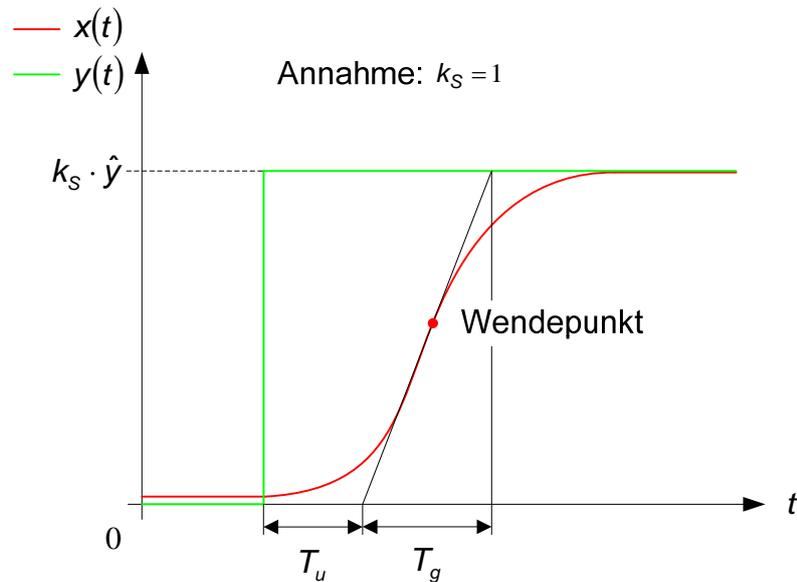

Abbildung 0-3
- 3) Tangente im Wendepunkt der Sprungantwort anlegen und an den Schnittpunkten mit $\dot{x}(t) = 0$ die Verzugszeit T_v und mit \hat{x} die Ausgleichszeit T_g ablesen (Abbildung 0-3).
- 4) statische Streckenverstärkung k_S für $t \rightarrow \infty$ ablesen (Abbildung 0-3).
- 3) Tangente im Wendepunkt der Sprungantwort anlegen und an den Schnittpunkten mit $x(t) = 0$ die Verzugszeit T_u und mit \hat{x} die Ausgleichszeit T_g ablesen (Abbildung 0-3).